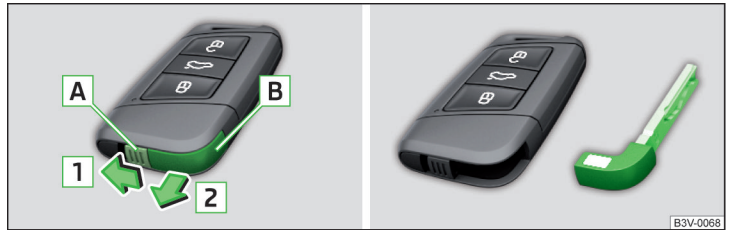

Abb. 52 KESSY-Schlüssel
- ▶ Die Rastnase **A** in Pfeilrichtung **1** entriegeln » Abb. 52.